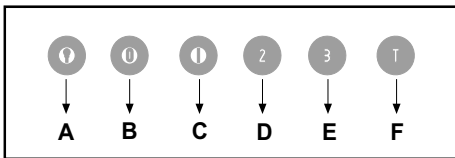

Fig.20
BETJENING-SENHED: (Fig.20) LYSENDE - (fig. 19B) ELEKTRONISKE er f lgende tegnforklaring g ldende:
• M tning af fedtfiltere / aktive kulfiltere: Fig.19 B - Fig.20